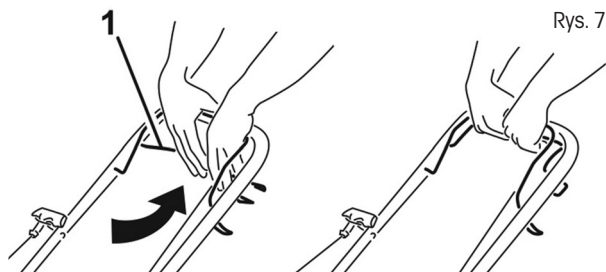

Rys. 6
2. Przyciągnij dźwignię zapłonu/hamulca do uchwytu i przytrzymaj ją (Rys. 6 – punkt 2), a następnie pociągnij za linkę rozrusznika (Rys. 6 – punkt 3). Silnik powinien się uruchomić najpóźniej po 3-4 pociągnięciach.